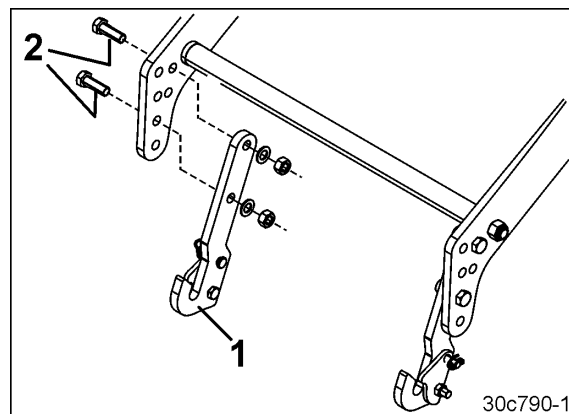

Рис. 102
1. Закрепите каждый захватный крюк (Рис. 102/1) на подъемной раме двумя болтами (Рис. 102/2).